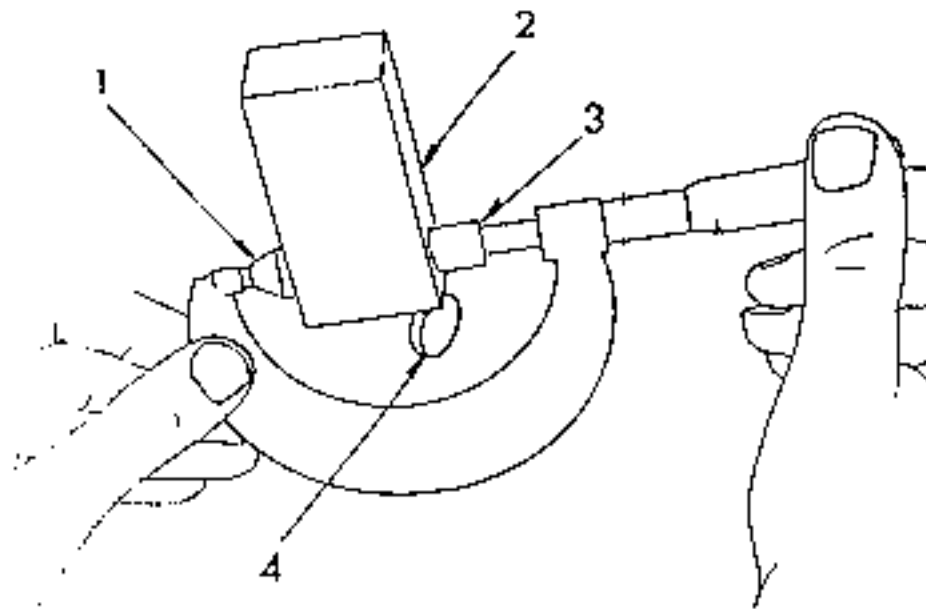

Bild 87 Ausmessen des Messblocks mit einem Mikrometer. Die ausgemessene Länge entspricht der gemessenen Eingriffstiefe.
- Messlehre herausnehmen und mit einem Mikrometer das Mass wie in Bild 87 gezeigt ausmessen. Dieses Mass ist die gemessene Kegelradengriffstiefe und ist für den weiteren Verlauf der Einstellung aufzuschreiben.